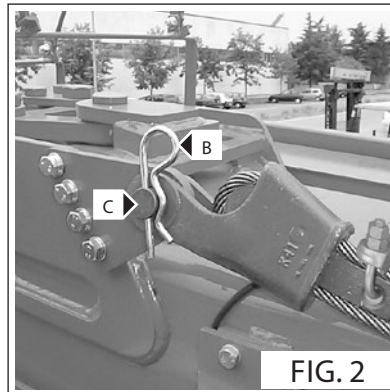

FIG. 2
- Togliere la coppiglia (Fig. 2 - Rif. B) e sfilare il perno dalla staffa di riposo sul braccio esterno (Fig. 2 - Rif. C).
- Remove the cotter pin (Fig. 2 - Ref. B) and extract the pin from clevis on the outside boom (Fig. 2 - Ref. C).
- Verwijder de pin (Fig.2 - Ref.B) en schuif de pen uit de staaf op de externe arm (Fig.2 - Ref.C).